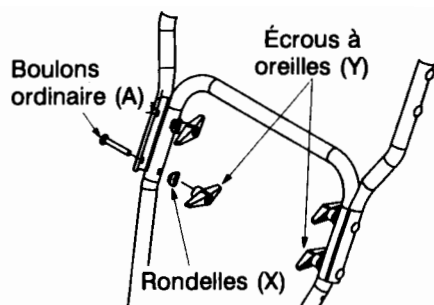

FIGURE 6
- Relevez le guidon supérieur jusqu'à ce qu'il se bloque sur le guidon inférieur. Bloquez les trous inférieurs du guidon avec les boulons ordinaires, les rondelles et les écrous à oreilles qui restent. Voir la Figure 6.